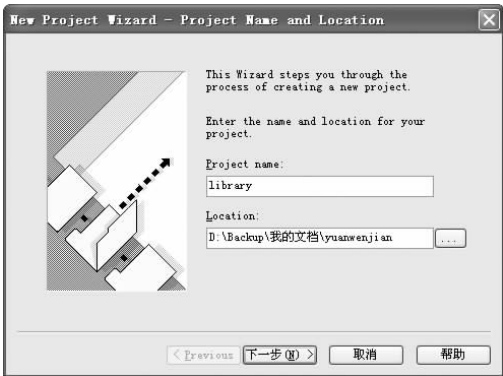

图 2-43 “New Project Wizard – Project”对话框
- 5. 在“New Project Wizard – Project Type”对话框内选择“Non – DM”选项，单击 按钮，将弹出如图 2-43 所示“New Project Wizard – Project Name and Location”对话框。